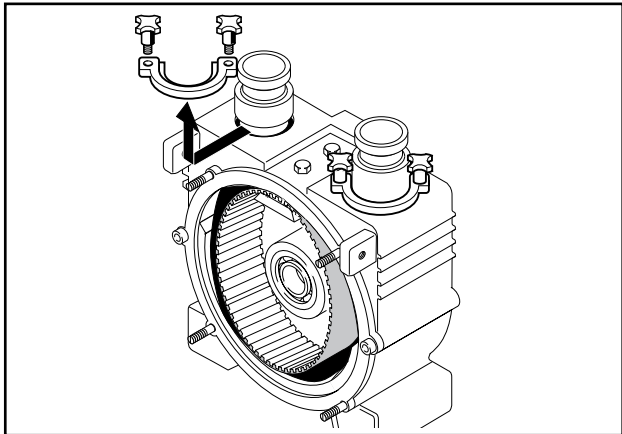

Fig. 17 Desmontaje de las garras de sujeción
7. Suelte y retire las dos garras de sujeción para el tubo flexible de bombeo (Fig. 17).